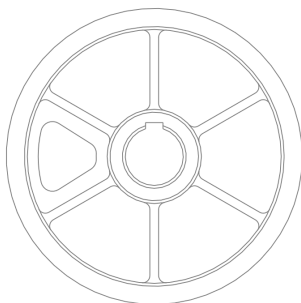

图 3-22 打开素材模型
(1) 单击常用工具栏中的【打开】按钮，打开一幅素材模型，如图 3-22 所示。
(2) 任选一条直线，弹出对话框，单击【编辑草图】按钮，进入